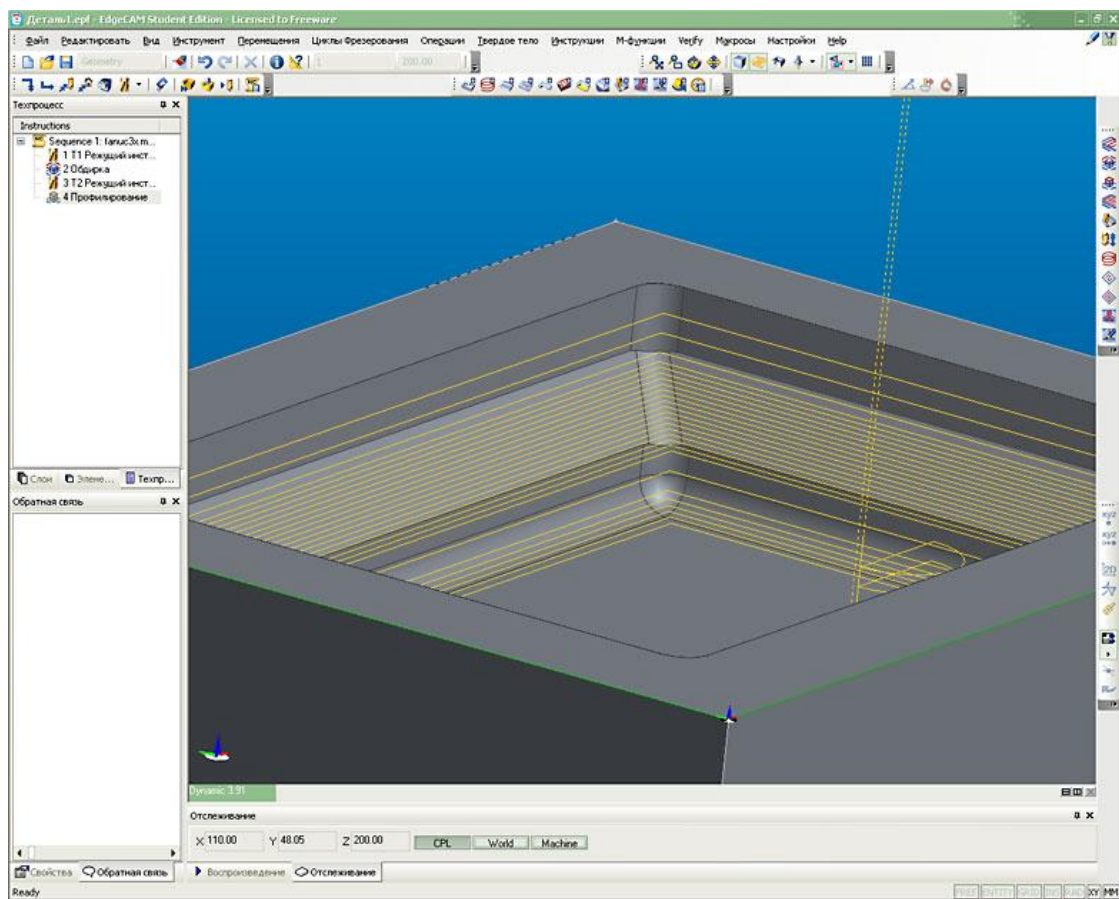

Рис. 11. Edgescam. Обработка 3D кармана с использованием функции контроля высоты гребешка.
7. На рис.11, 12, 13 показан результат обработки с использованием функции контроля высоты гребешка. На этих рисунках отчётливо видно, что в тех местах, где высота гребешка меньше заданной величины (0,5мм) приращение глубины резания (3мм) остаётся неизменной (вертикальные стенки кармана). А там где при заданном приращении глубины резания 3мм, не обеспечивается высота гребешка равная 0,5мм, Edgesam автоматически пересчитывает шаг фрезерования (наклонные стенки кармана и радиус скругления на дне).